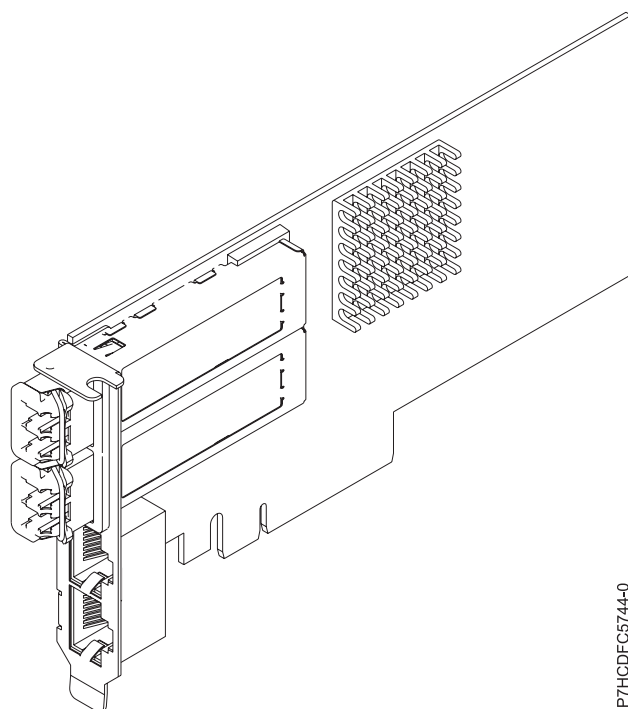

Figura 20. Adaptador PCIe2 2x10GbE SR 2x1GbE de cable de par trenzado no apantallado
El adaptador PCIe2 2x10GbE SR 2x1GbE de cable de par trenzado no apantallado es un adaptador Ethernet PCI Express, de generación 2 y cuatro puertos, con una interfaz de bus de host PCI Express 2.0. El adaptador está optimizado para servicios informáticos en nube, virtualización, almacenamiento y otras aplicaciones de centro de datos. El adaptador de cuatro puertos proporciona dos puertos Ethernet de 10 Gb y dos puertos Ethernet de 1 Gb. Los dos 2 puertos transceptores SFP+ (small form-factor pluggable) SR (single root) de 10 Gb se utilizan para la conectividad con otros servidores o conmutadores de la red. Cada puerto SFP+ (SR) proporciona conectividad Ethernet con una velocidad de datos nominal de 10 Gbps (gigabits por segundo), y utiliza cables twinaxiales de cobre SFP+ de hasta 5 metros de longitud. Cada uno de los puertos RJ45 proporciona conectividad Ethernet con una velocidad de datos de 1 Gbps. Las funciones de agregación de enlaces y recuperación tras error del adaptador son ideales para aplicaciones de red críticas que necesitan redundancia y alta disponibilidad. La Figura 20 muestra el adaptador FC 5745.